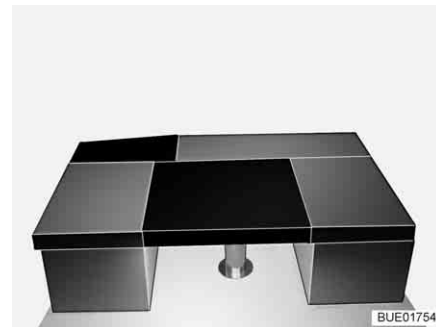

Fig. 141 Dopo la trasformazione
- Collocare il cuscino aggiuntivo rettangolare sul tavolo (tra i cuscini dei sedili dei divani, vedi Fig. 141).